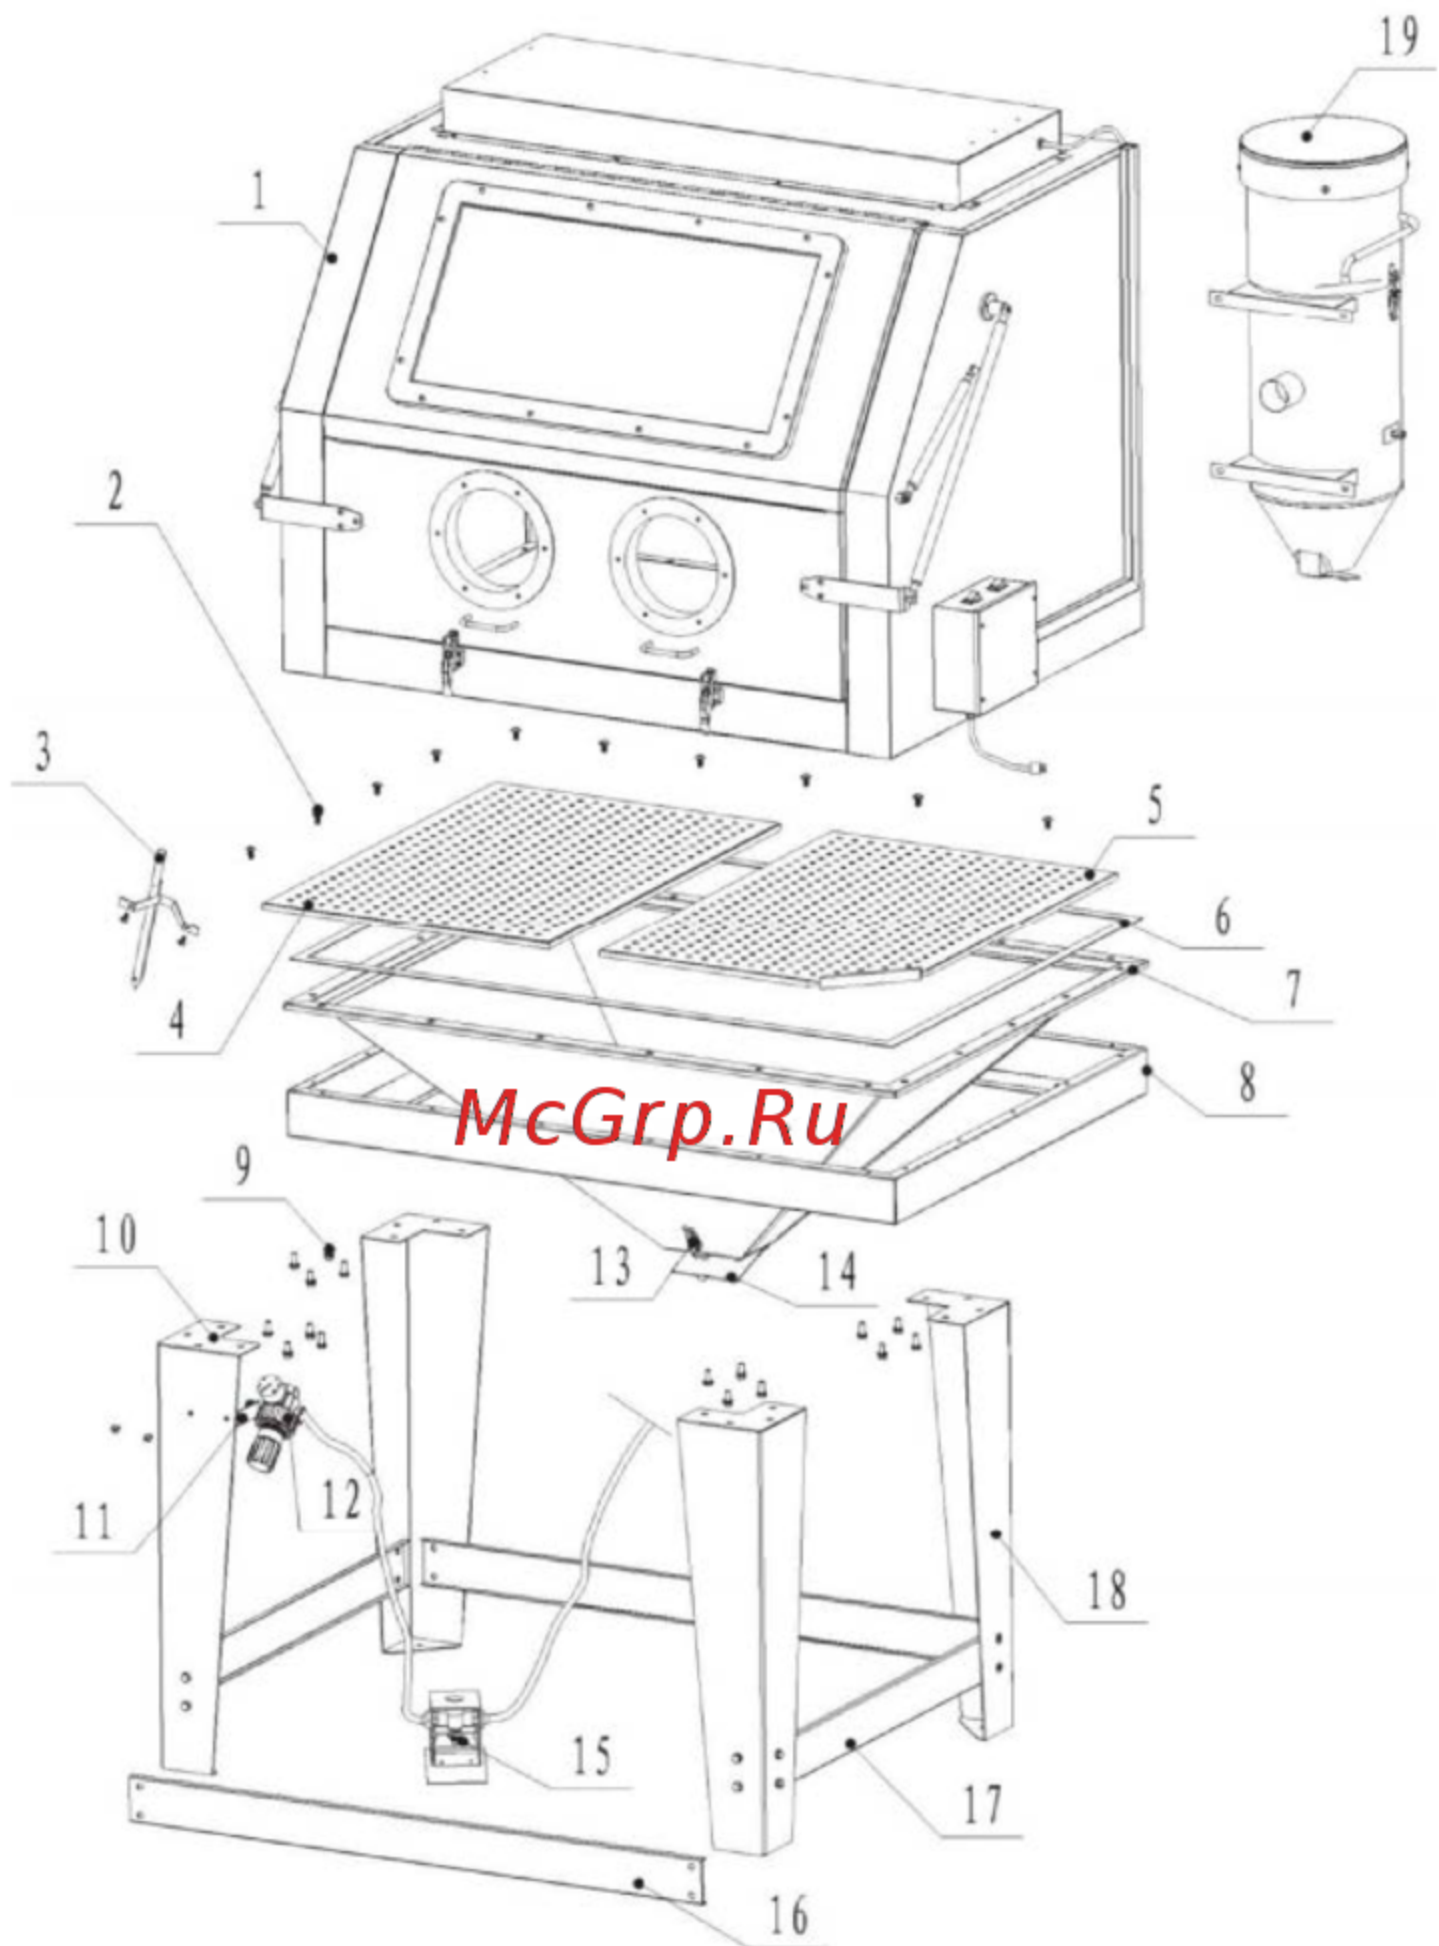
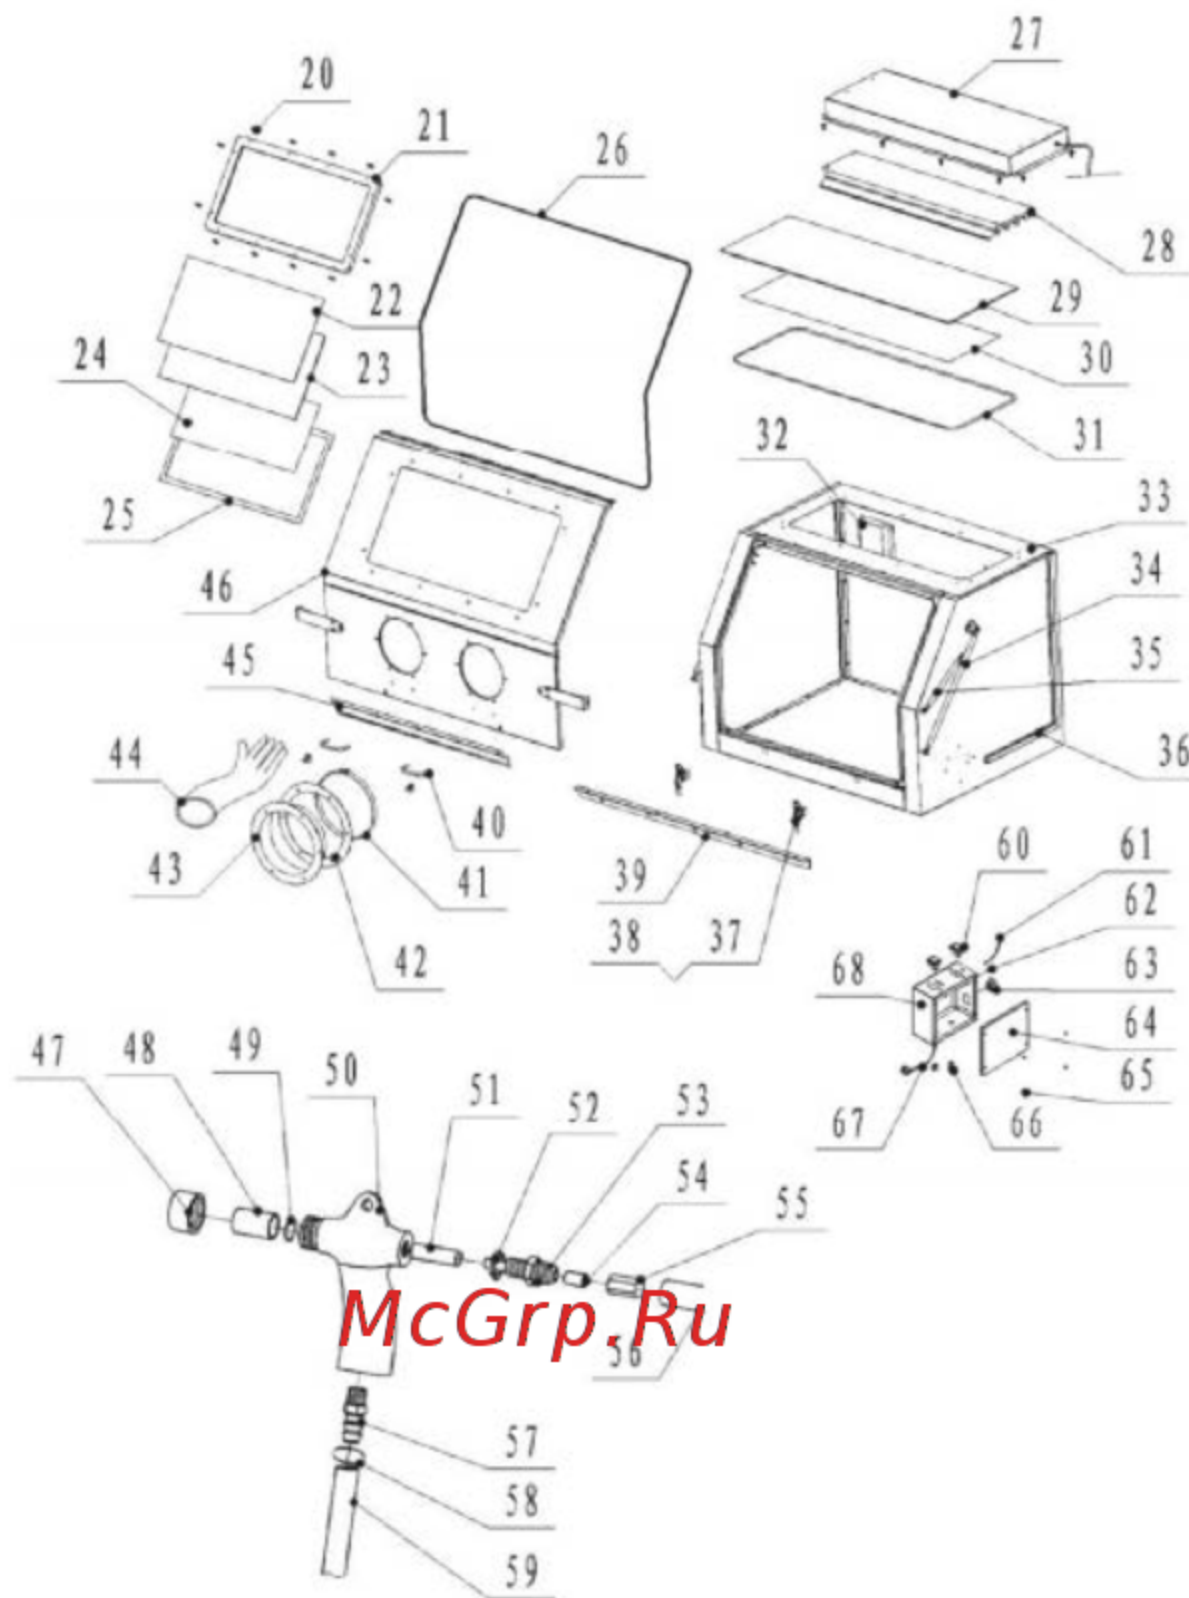

Рис. 2.1. Устройство камеры.
Рис. 2.2. Устройство камеры.
1.	Сборка производится согласно чертежу Рис. 2.1, Рис. 2.2.